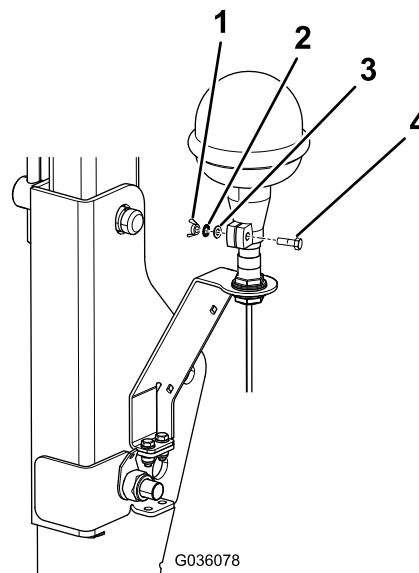

Figura 13
- Aperte a porca de orelhas no grampo (Figura 13).